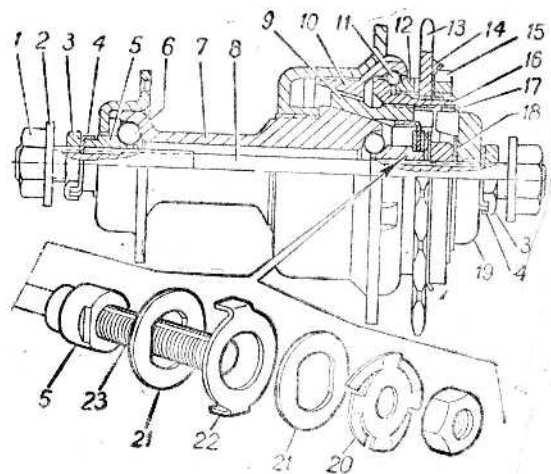

Рис. 5. Втулка заднего колеса:
а) отверните на 1—2 оборота гайки 1 (см. рис. 5) оси задней втулки и натяните цепь, чтобы обод колеса прижался к правому перу цепной вилки, и затяните левую гайку колеса;
3. **Заднее колесо**, как и переднее, вращается на шариках 6 (рис. 5) диаметром 5 мм по девять штук с каждой стороны. Кроме двух основных подшипников, есть третий вспомогательный подшипник 11 червячной гайки 16, который состоит из сорока шести шариков диаметром 3 мм и работает только при свободном ходе велосипеда.